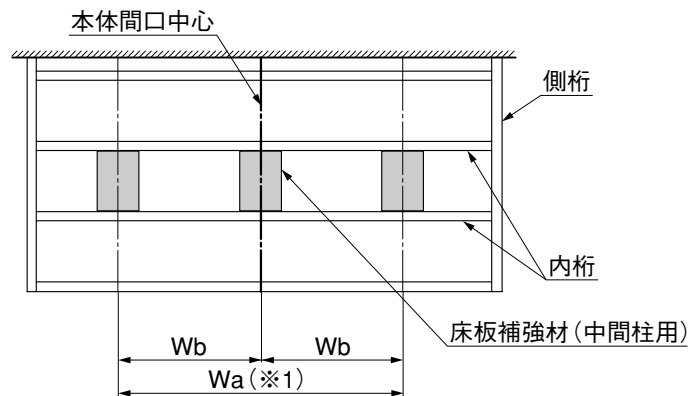

図8-1
- 図8-1の寸法は、 $W_b = W_1 - 15$ です。(図8-2参照)